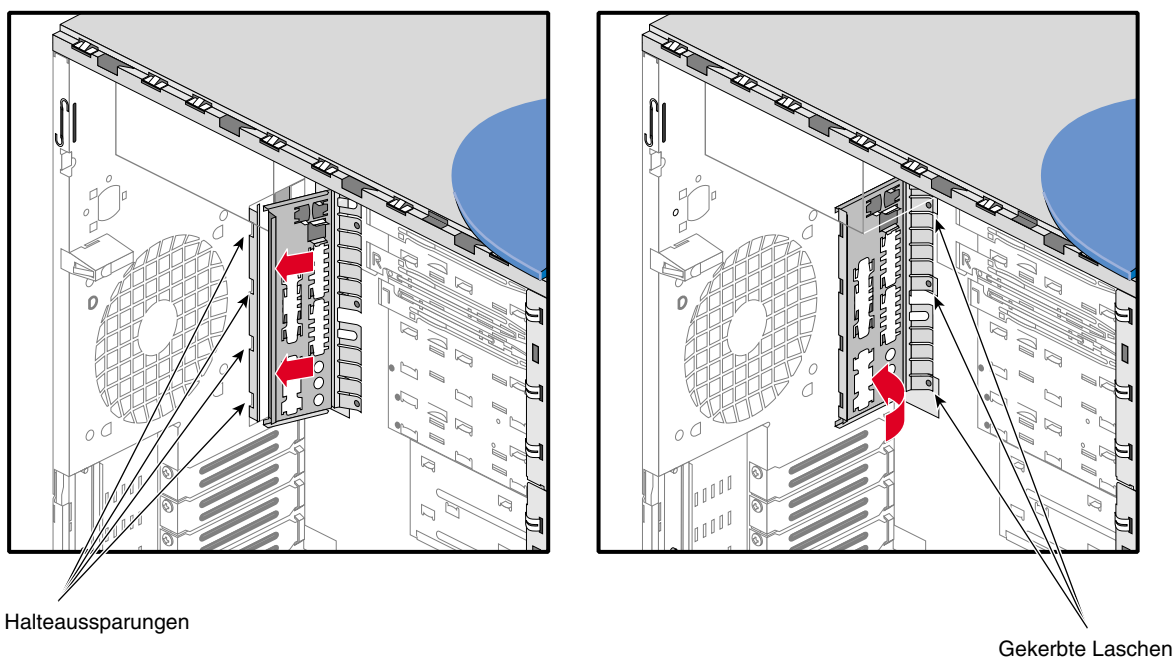

Abbildung 2-27 Installieren der E/A-Anschlussfeldblende
2. An der E/A-Anschlussfeldöffnung des Systems befinden sich vier Halteaussparungen. Die Lage der Halteaussparungen geht aus Abbildung 2-27 hervor.
3. Setzen Sie die vier Vorsprünge an der E/A-Anschlussfeldblende in die entsprechenden Halteaussparungen an der E/A-Anschlussfeldöffnung ein. Abbildung 2-27 veranschaulicht das Vorgehen.